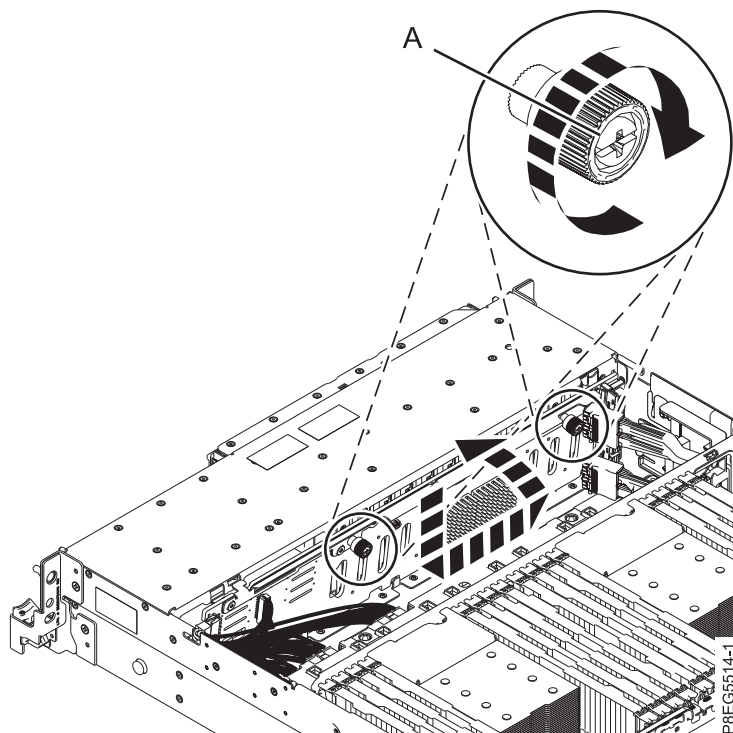

図 19. ディスク・ドライブ・バックプレーンの固定
4. ここで、バックプレーンの取り付けを完了します。ディスク・ドライブ・バックプレーンの上部にある出っ張りを使用し、システムの前面に向くようにします。バックプレーンを背面に向けて傾け、シャーシの中に押し下げます。システムの中に挿入するためにバックプレーン・カットアウトをシャーシのタブに位置合わせします。22 ページの図 19 に示すように、バックプレーンを少し移動させて所定の位置に固定します。
5. それぞれの拘束つまみねじ (A) を、システムのシャーシに固定されるまで、慎重に締めます。